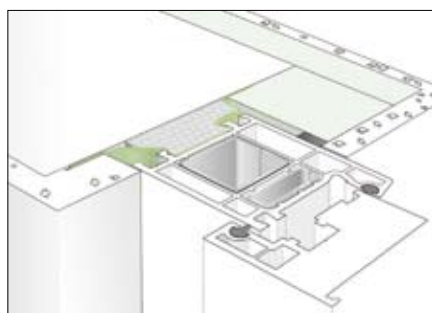

Fig. 3: bevestig het membraan zowel aan de binnenkant als aan de buitenkant op dezelfde manier
- Breng het membraan op dezelfde manier aan de binnenkant van het kozijn aan en werk af door het stevig aan te drukken op de muur (fig. 3 en 4).